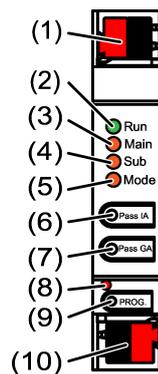

Figure 1: Vue de devant
- Raccorder les câbles de bus avec les bornes de raccordement KNX (voir figure 1) en respectant la polarité.
- Raccorder la ligne supérieure à la borne de raccordement inférieure (10). Ce raccord alimente l'appareil.
- Raccorder la ligne inférieure à la borne de raccordement supérieure (1).